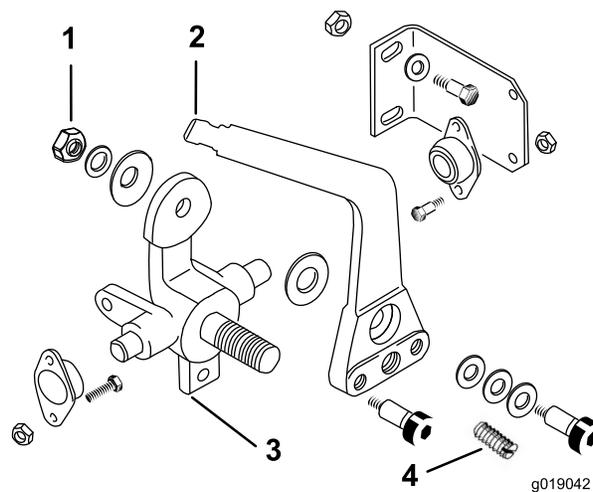

Figure 40
2. Fixez un dynamomètre sous le bouton du levier de commande de déplacement. Tournez l'écrou de réglage jusqu'à ce que le dynamomètre indique 13,61 à 22,68 kgf (30 à 50 lbf) pour déplacer le levier (Figure 40).